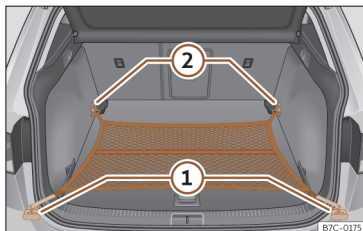

Fig. 112 En el maletero: bolsa de red enganchada a ras del suelo.
- Fije los ganchos de la red en las argollas de amarre ① y ②»» fig. 112 ① »» ⚠. La cremallera de la bolsa tiene que quedar hacia arriba.